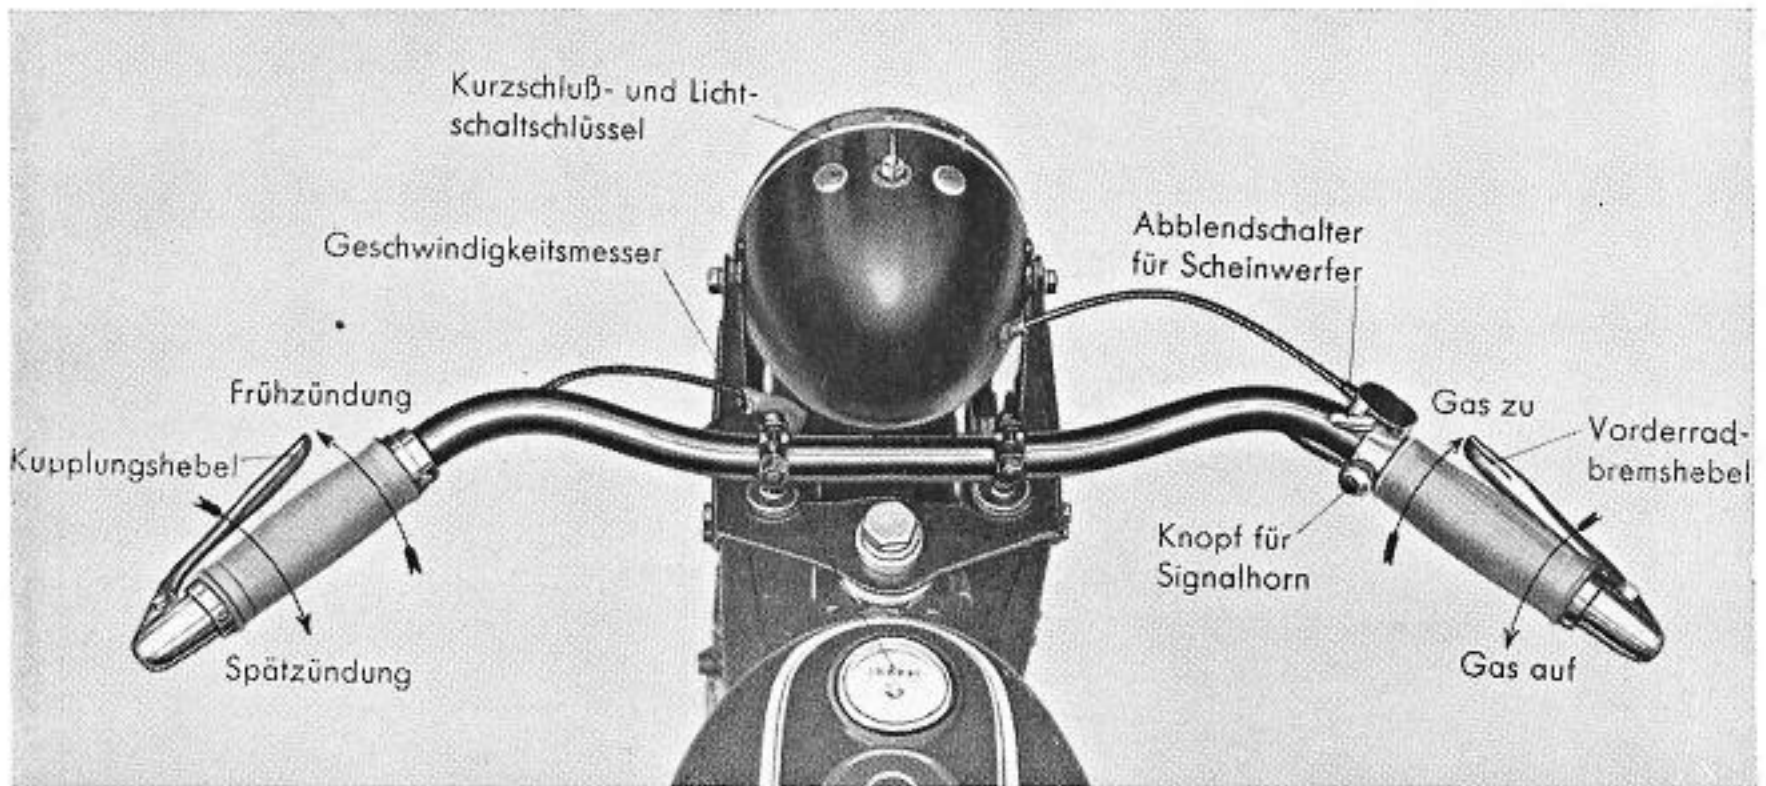

Abb. 7 Lenker und Scheinwerfer der R 2-Maschine
Auf der linken Lenkerhälfte ist der Kupplungshebel und der Zündungsdrehgriff angeordnet; bei der R 4-Maschine ist noch ein Ventillüfter zur Erleichterung des Antretens vorgesehen. Abb. 7 und 8.
Der Geschwindigkeitsmesser ist bei der **R 4-Maschine** im Scheinwerfer, bei der **R 2-Maschine** im Tank eingebaut (Abb. 7 u. 8).
**a) Gasdrehgriff.** Der rechte Drehgriff, der durch Bowdenkabel auf den Gasschieber des Vergasers wirkt, öffnet durch Linksdrehung, also nach rückwärts und schließt durch Rechtsdrehung — nach vorwärts — (Abb. 7 und 8). Beim Leerlauf bleibt der Drehgriff geschlossen.